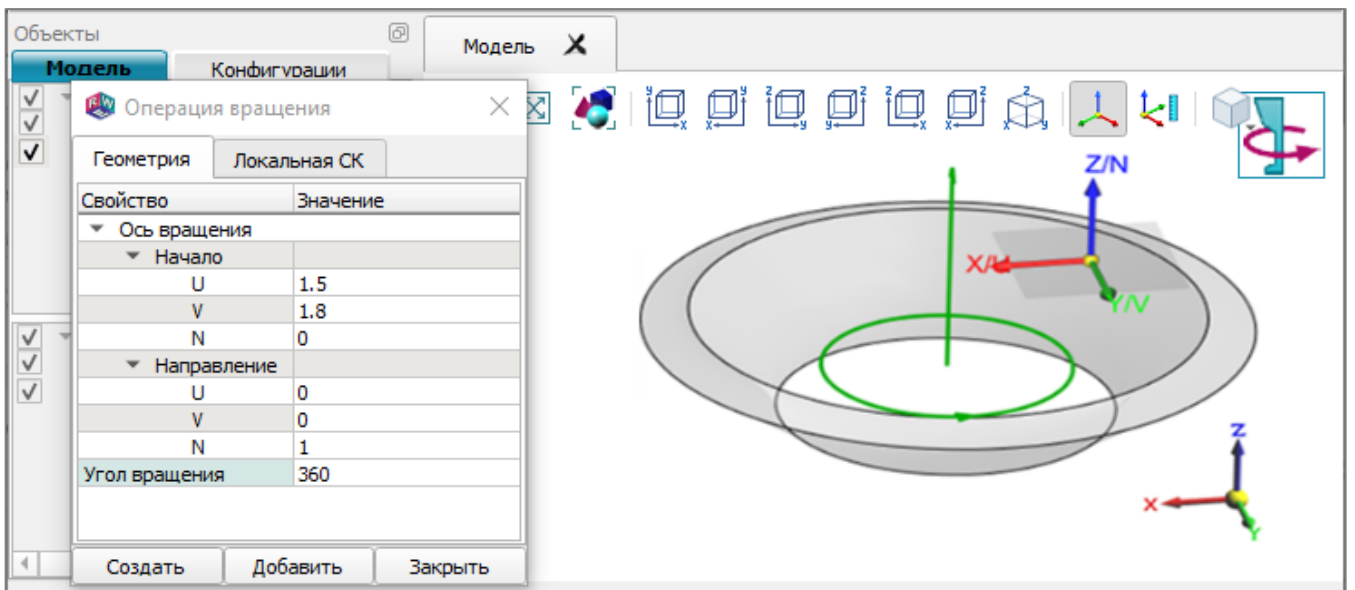

Рис. 20
2) выполнить команду  «Вращение» и в диалоговом окне «Операция вращения» задать ее свойства, указав угол вращения и параметры оси вращения (рис. 20);